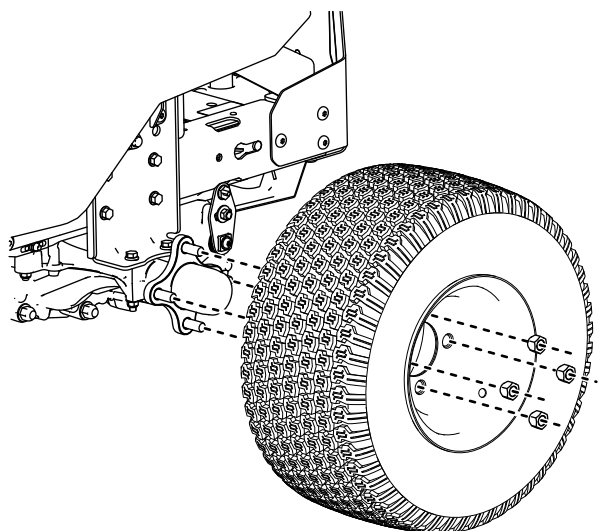

Figure 2
11. Déposez les roues arrière comme montré à la Figure 2.